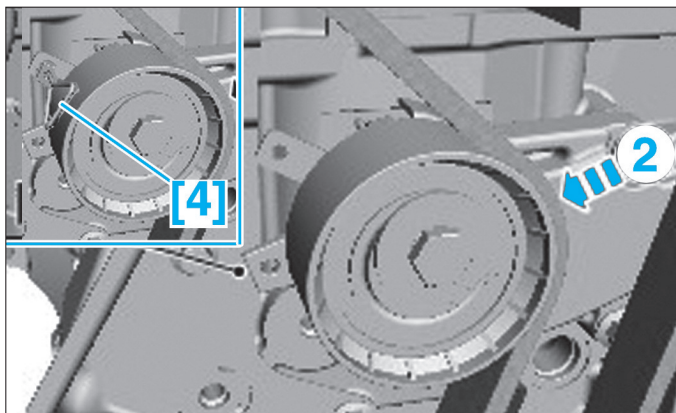
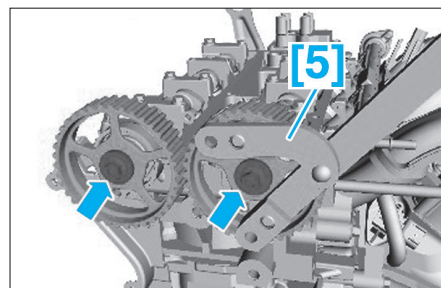

Fig. 14
Fig. 15
- [4]. Outil de blocage de tendeur de courroie de distribution (ref. 303-1054) (Fig.14).
- [5]. Clé de blocage (ref. 205-072) (Fig.15).
- Tourner l'excentrique du galet tendeur afin d'insérer l'outil [4] (Fig.14).
- Déposer la courroie de distribution (2).
- A l'aide de l'outil [5], déposer les vis de pignons d'arbres à cames (Fig.15).